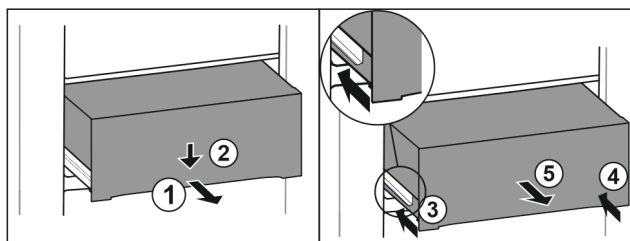

Fig. 97
- ▶ Extrageți pe jumătate sertarul. Fig. 97 (1)
- ▶ Apăsați în jos sertarul pe partea frontală. Fig. 97 (2)
- ▶ Inserați șina stângă aproximativ 2 cm. Fig. 97 (3)
- ▶ Inserați șina dreaptă aproximativ 2 cm. Fig. 97 (4)
- ▶ Extrageți sertarul spre înainte. Fig. 97 (5)